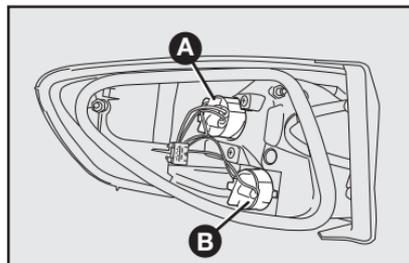

fig. 56
**A-fig. 56:** Luz de posição traseira / luz e freio.
**B-fig. 56:** Luz de direção (seta) traseira.